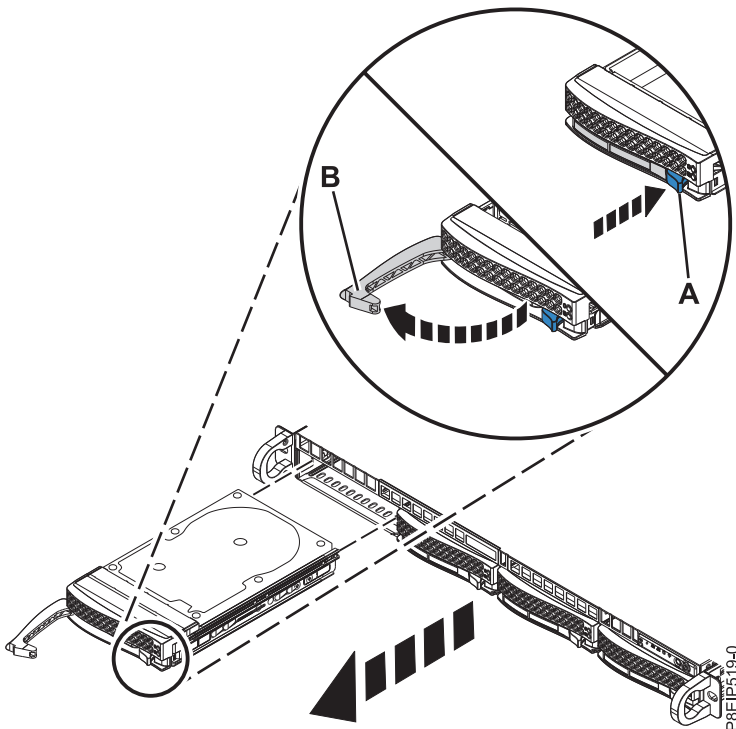

図 1. ディスク・ドライブの取り外し
4. 図 1 に示すように、ハンドル・リリース・ラッチ **(A)** を押し込んでドライブ・ベイ・ハンドル **(B)** をアンロックします。ハンドル **(B)** を手前に引き出します。ハンドルが完全に引き出されていないと、ドライブをスライドさせてシステムから引き出すことができません。ドライブの底面を支えながら、システムからドライブを取り外します。 ドライブが、前のステップで書き留めたモデルおよびシリアル番号と一致していない場合は、取り外した元のベイにドライブを再取り付けし、もう一方のドライブ・ベイを確認してください。